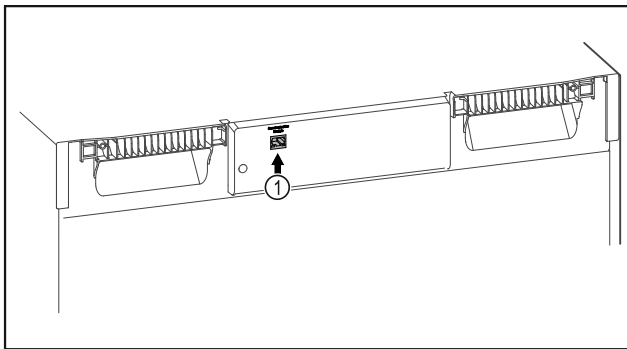

Fig. 107
- SmartModule Fig. 107 (1) встановлено.